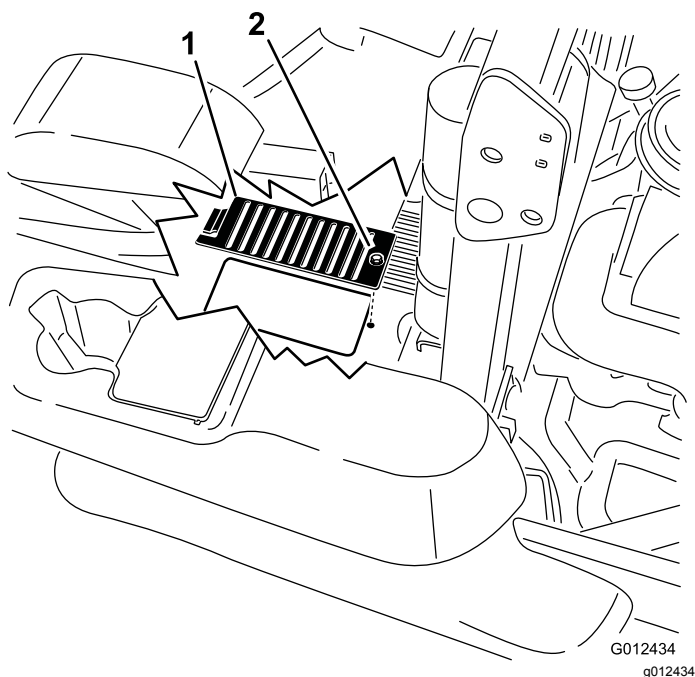

Figura 81
6. Togliete il coperchietto e il relativo bullone sopra ogni asta di livello. Pulite l'area attorno a ogni asta di livello e all'unità idraulica (Figura 81).